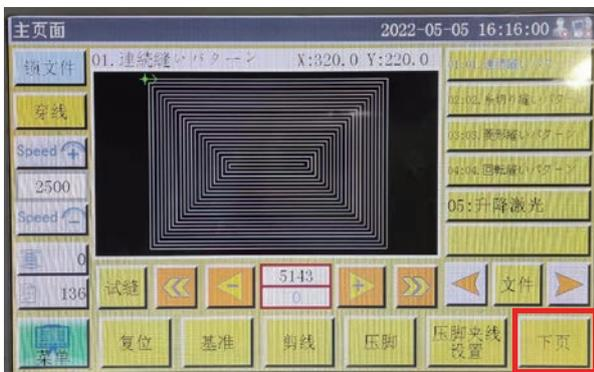

图 3
※关于插入管子接头的空气管 **A** 和 **B** 的位置关系（图 3），请参考“2-3. 电磁阀的安装说明（标准机器和激光机器）” p. 7
- 3) 点电控主界面‘下页’**①**。（如图 3）；